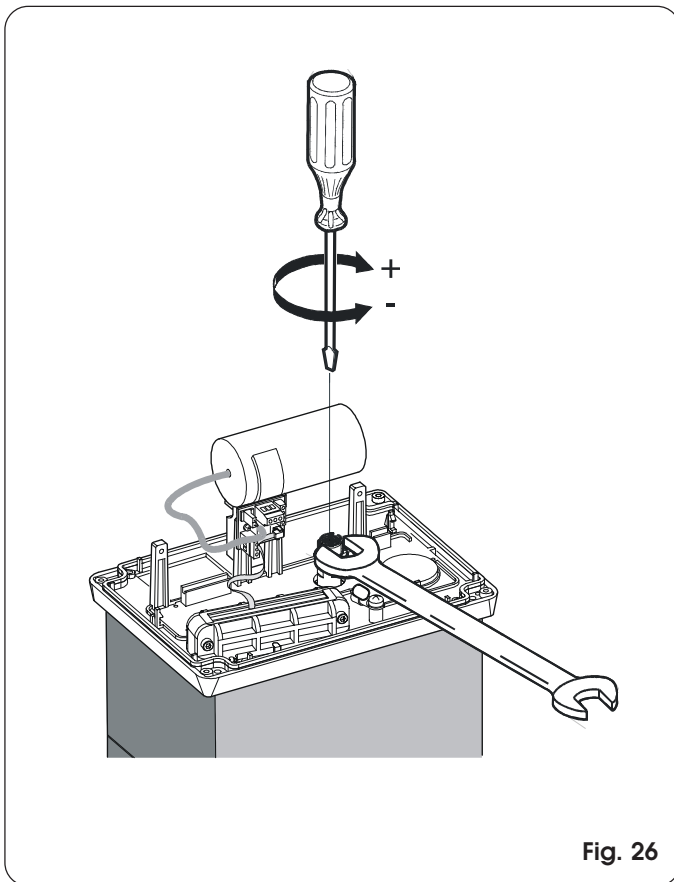

Fig. 26
- 2) Maintenir l'arbre moteur bloqué par l'intermédiaire d'une clé anglaise et agir sur la vis de réglage de l'embrayage avec une clé pour vis à six pans creux ou un tournevis Fig. 26. Pour augmenter le couple, tourner la vis en sens horaire.